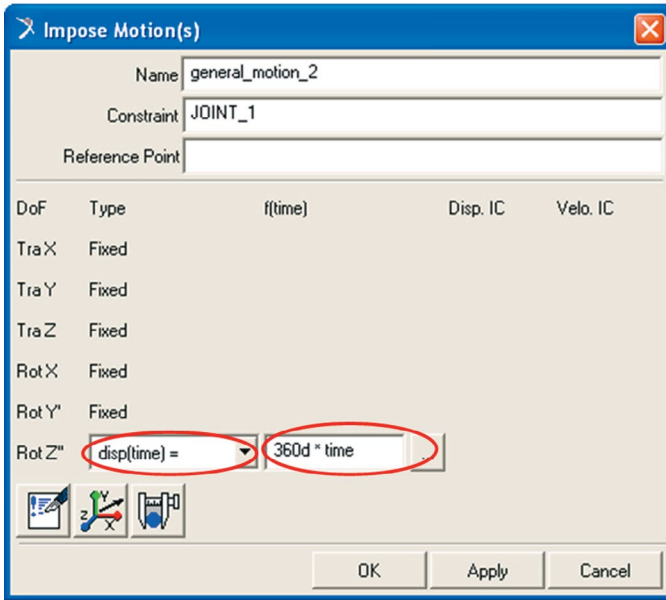

Figura 3.146 – Inserindo o valor da velocidade angular na came.
- No campo *RotZ* selecione a opção *disp(time)*. No campo ao lado, insira o valor: $360d*time$. A Figura 3.146 ilustra o preenchimento dessa janela.